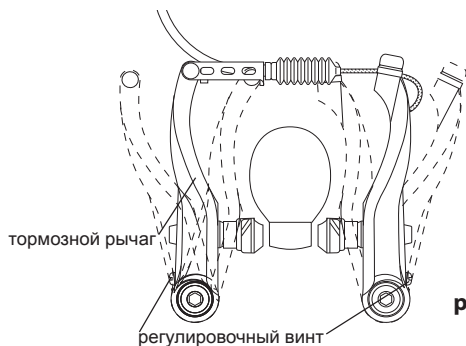

рис. 27
4. используя регулировочные винты на тормозных рычагах, добейтесь равномерного развода тормозных рычагов (рис. 27);